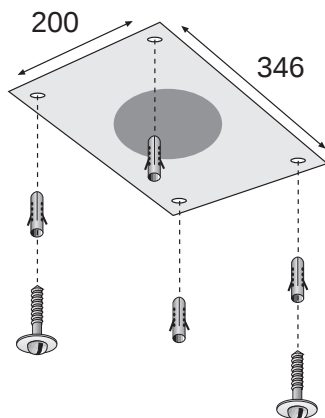

Abb. 19
2. Bohren Sie die 4 Löcher $\varnothing 8$ mm für die Dübel. Drücken Sie die Dübel deckenbündig ein (Abb. 19).